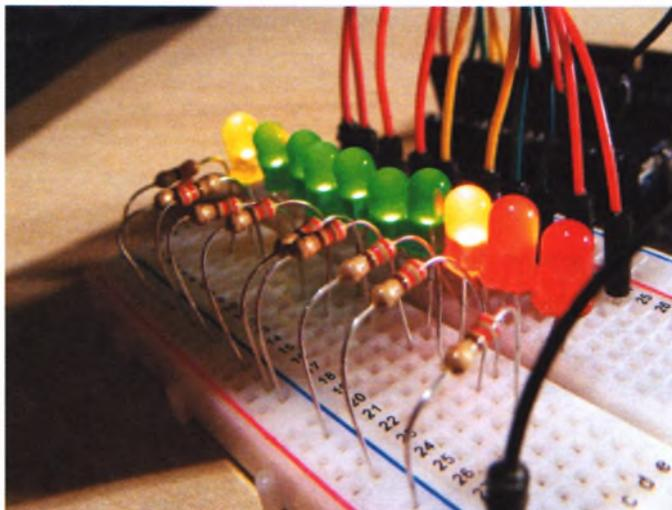

РИСУНОК 6.2
2. Подключите к каждому светодиоду резистор с сопротивлением 220 Ом. Одна из ножек резистора подключается к короткой ножке (катоде) светодиода, а вторая ножка резистора устанавливается в гнездо шины заземления макетной платы (см. рис. 6.2). Длинные ножки (аноды) светодиодов подключите к цифровым контактам 2–11 платы Arduino.